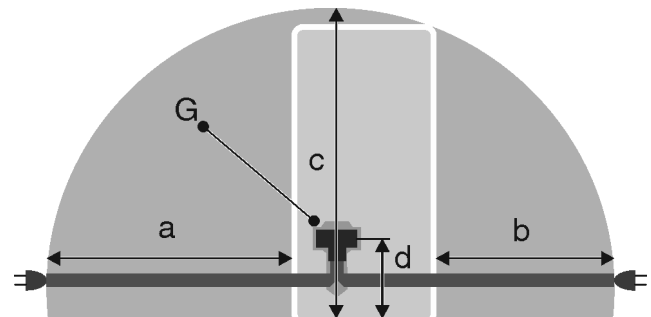

Fig. 22 *
- Steckdose liegt nicht hinter dem Gerät, sondern in den Bereichen a oder b Fig. 22 (a, b, c).
- ▶ Gerätestecker Fig. 22 (G) auf der Rückseite des Gerätes einstecken. Auf richtiges Einrasten achten.